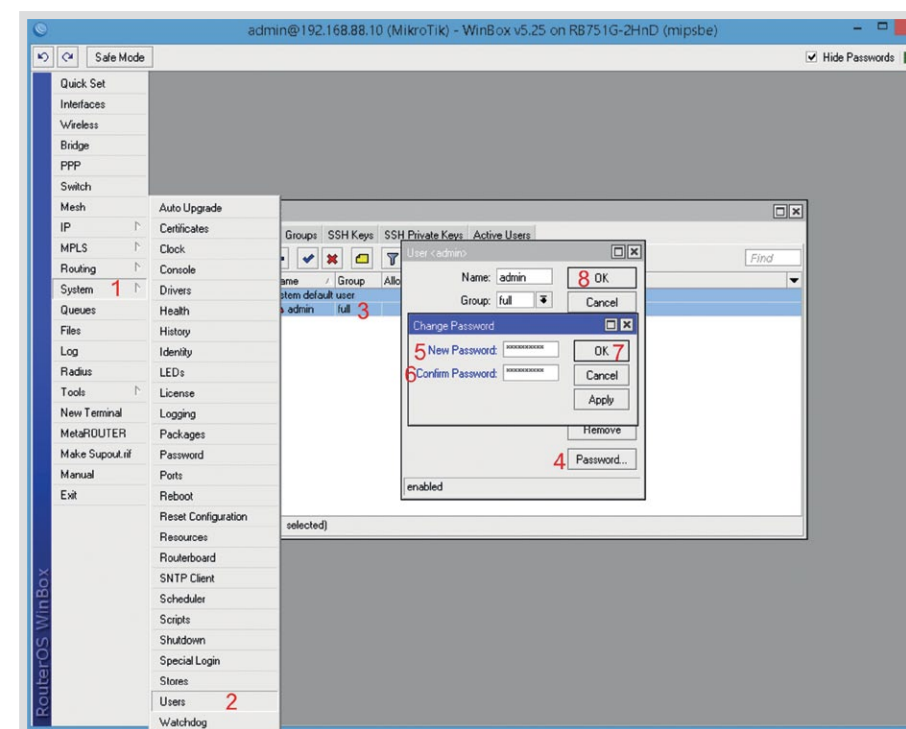

Рис. 14. Пароль доступа.
1. Открываем меню **System** (рис. 14);